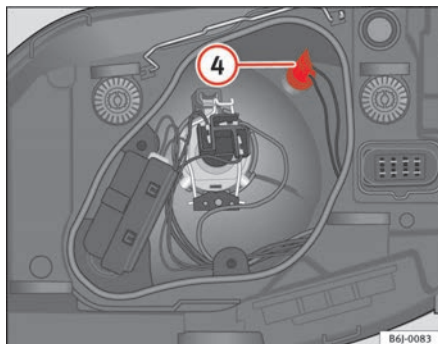

Abb. 153 Standlicht
- Die Fassung ④ ⇒ Abb. 153 herausnehmen.